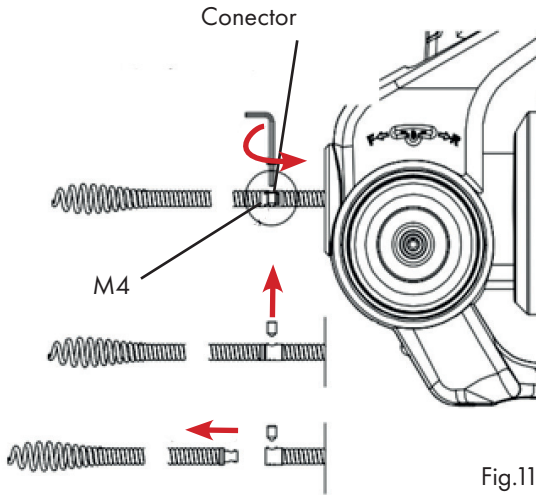

Fig.11
- Retire el viejo eje espiral (Fig. 11, página siguiente).